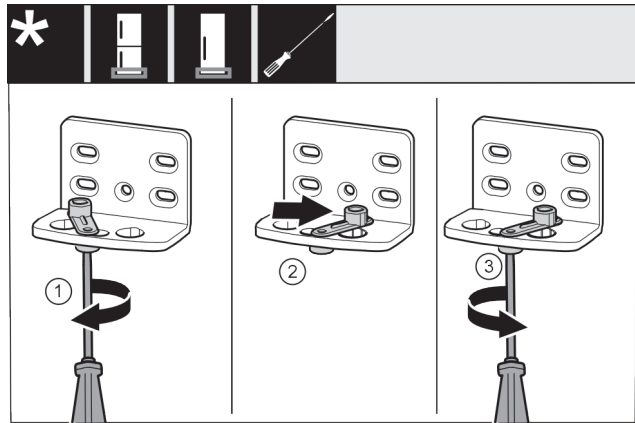

Fig. 46 *
- ▶ Schraube Fig. 46 (1) mit Schraubendreher lose schrauben.*
- ▶ Türschließhilfe Fig. 46 (2) anheben und um 90° nach rechts in Bohrung drehen.*
- ▶ Schraube Fig. 46 (3) mit Schraubendreher festschrauben.*